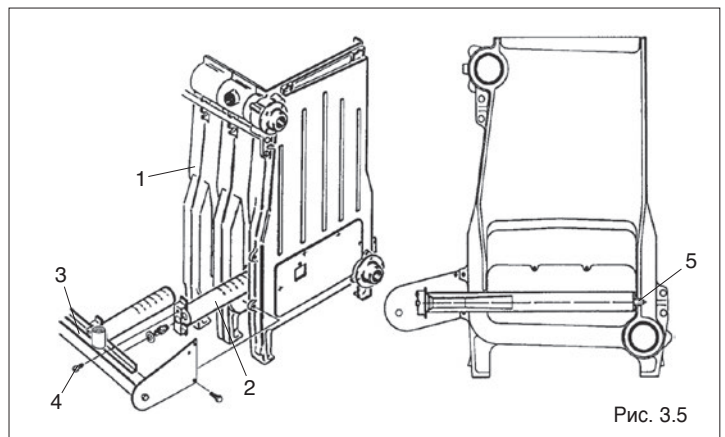

Рис. 3.5
После установки коллектора горелок (3) вставьте горелки (2) одну за одной внутрь камеры сгорания в корпусе котла (1). Следите за тем, чтобы прорезы горелок, через которые выходит газ, были обращены вверх. Сдвиньте с усилием таким образом, чтобы суппорт (5) горелки зашёл в отверстие, выполненное в чугунной стенке, разделяющей элементы (Рис. 3.5).